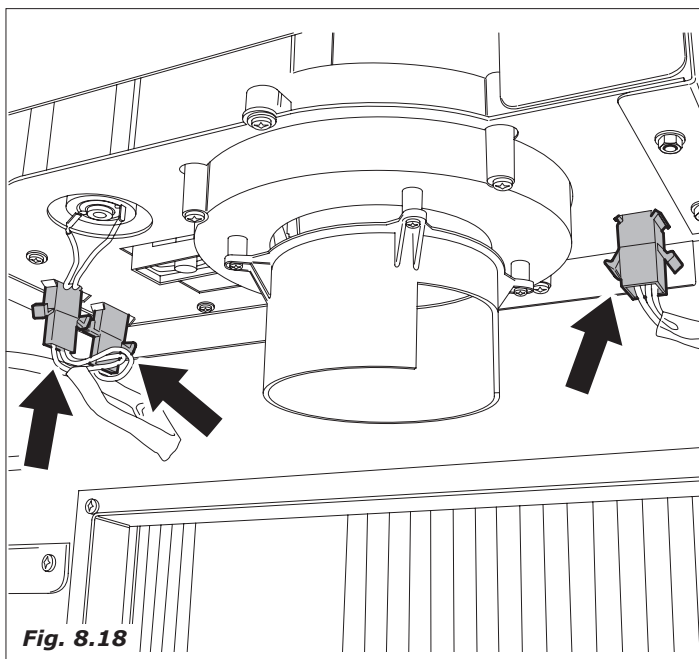

Fig. 8.18
- Desconectar los tres conectores eléctricos (Fig.8.18).